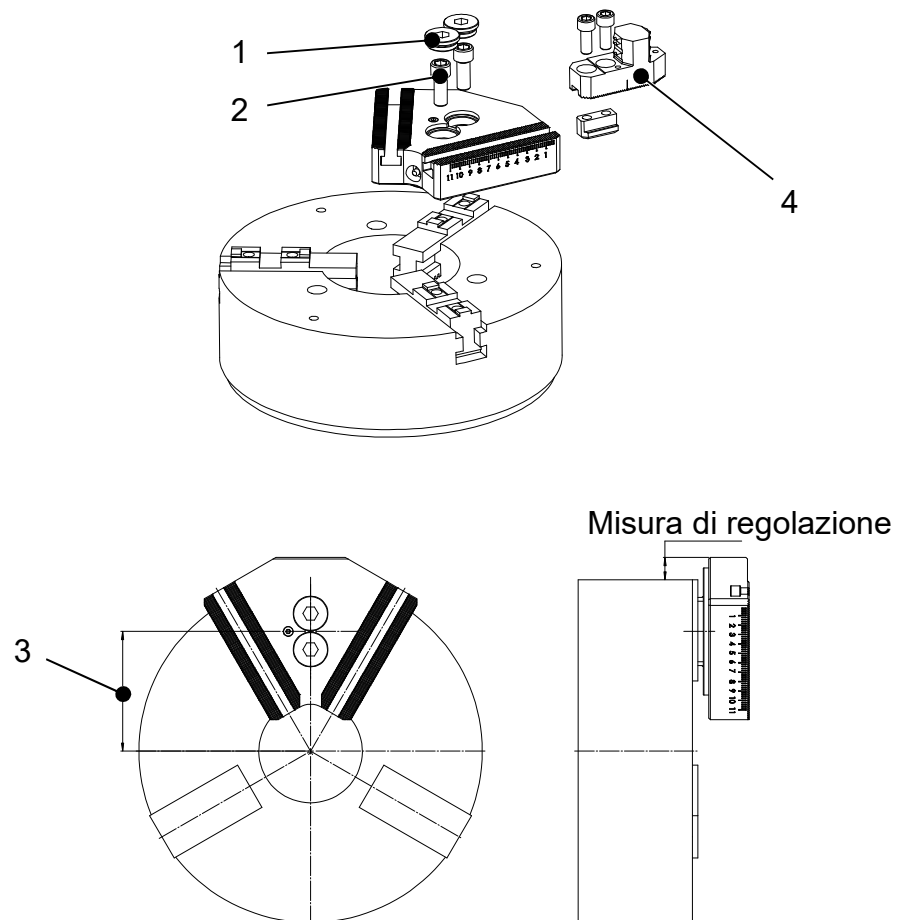

Fig. 3-2: Montaggio dei ponti oscillanti INOZet® (esempio scarto a croce)
- Passo 3** Allentare e rimuovere i tappi a vite (1, Fig. 3-2) e guidare il primo ponte oscillante pulito eventualmente con l'ausilio del mezzo di sollevamento con cautela e lentamente fino al mandrino di serraggio della macchina.
**Passo 4** Per raggiungere la posizione di serraggio ideale (3, Fig. 3-2) rispettare sempre l'"Avviso di montaggio per INOZet®" specifico per il mandrino (riportato su una scheda separata compresa nella fornitura).
**Passo 5** Avvitare le viti di fissaggio comprese nella fornitura (2, Fig 3-2) - classe di resistenza 12.9 - e serrarle a fondo in modo alternato.
**Passo 8** Montare le ganasce di serraggio (4, Fig. 3-2) con l'ausilio di chiocciolate sui ponti oscillanti. Usare la scala riportata sui ponti oscillanti e il contrassegno delle ganasce di serraggio come ausilio di regolazione.